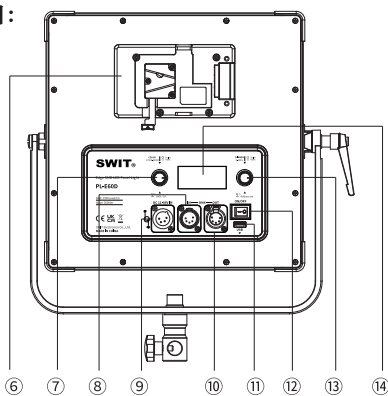
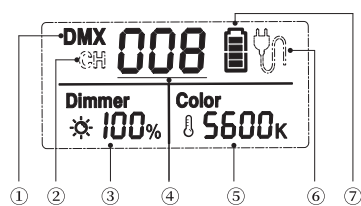

图6 PL-E60D
图8 LCD显示信息
本品支持通过扣板电池或电源适配器两种供电方式给灯具供电,打开电源开关(图6 ⑫)并通过亮度调节旋钮(图6 ⑬)、色温调节旋钮(图6 ⑦)设置好所需灯具参数,即可正常使用。
本品支持两种色温及亮度的调节模式:普通调节模式、快速调节模式。按压亮度/色温调节旋钮(图6 ⑬/⑦)切换相应亮度或色温的调节模式,用户根据使用需求结合这两种调节模式可完成对亮度/色温的快速设置。
长按亮度调节旋钮(图6 ⑬)约2s即可进入通信地址的设置界面,通信地址设置范围:001-512。
LCD数码管字段(图8 ④)闪烁表示当前位被选定,旋转亮度调节旋钮(图6 ⑬)设置当前位,按压亮度调节旋钮(图6 ⑬)确定当前位的设置并进入下一位的设置,当完成最后一位的设置时,按压亮度调节旋钮(图6 ⑬)或等待约5s,退出通信地址的设置。
通过DMX线将灯具组网,长按色温调节旋钮(图6 ⑦)约2s,即可完成灯具通信控制模式的设置。
LCD左上角显示"DMX"(图8 ①)表示灯具当前支持的通信控制模式为DMX通信模式。在该模式下,将DMX信号输出设备接入灯具网络,设置好通信地址,即可正常使用。
LCD左上角显示"CH"(图8 ②)表示灯具当前支持的通信控制模式为互控模式。在该工作模式下,将目标灯具设置成相同的通信地址即可正常使用,不区分主从机。